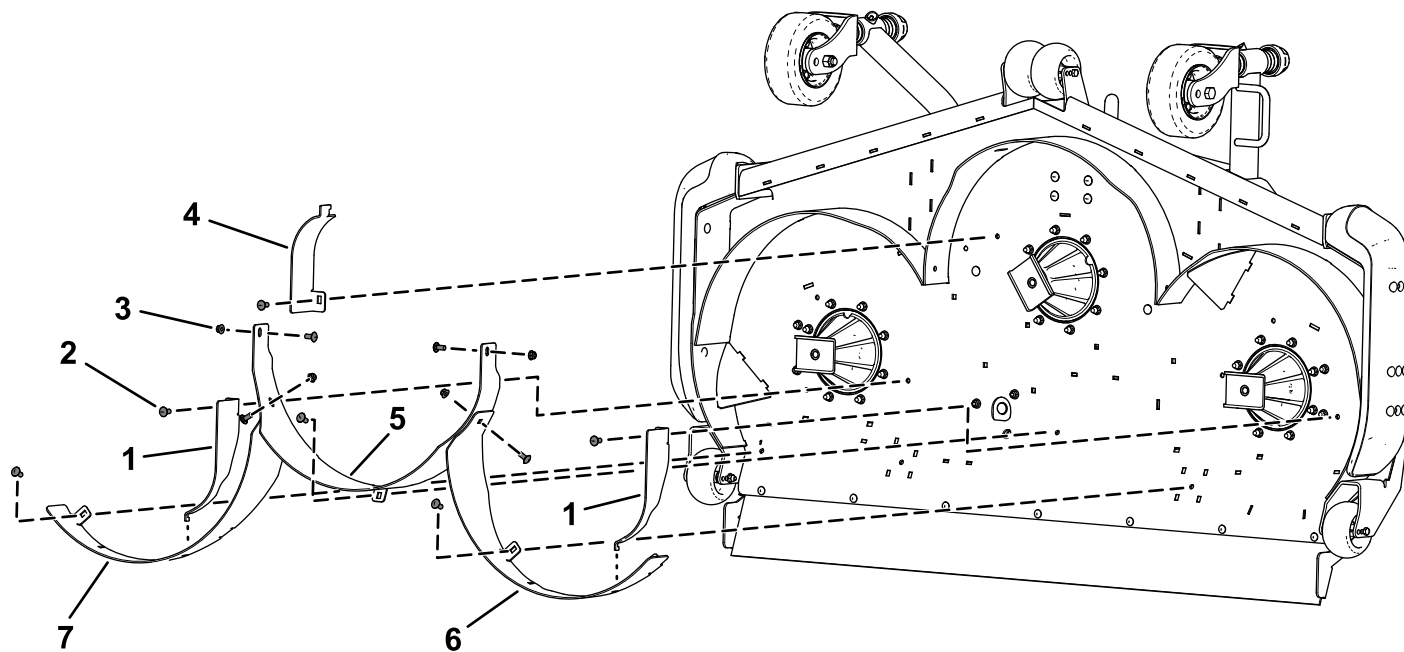

图 7
1. 如图 7 所示用 2 个托架螺栓 $\frac{3}{8} \times \frac{7}{8}$ 英寸和 2 个锁紧螺母 $\frac{3}{8}$ 英寸将右后隔板松松地固定到剪草机刀盘上。
2. 如图 7 所示用 2 个托架螺栓 $\frac{3}{8} \times \frac{7}{8}$ 英寸和 2 个锁紧螺母 $\frac{3}{8}$ 英寸将左后隔板松松地固定到剪草机刀盘上。
3. 如图 7 所示用 3 个托架螺栓 $\frac{3}{8} \times \frac{7}{8}$ 英寸和 3 个锁紧螺母 $\frac{3}{8}$ 英寸将中后隔板松松地固定到剪草机刀盘上。
4. 如图 7 所示用 2 个托架螺栓 $\frac{3}{8} \times \frac{7}{8}$ 英寸和 2 个锁紧螺母 $\frac{3}{8}$ 英寸将中后隔板松松地固定到右后隔板上。
5. 如图 7 所示用 3 个托架螺栓 $\frac{3}{8} \times \frac{7}{8}$ 英寸和 3 个锁紧螺母 $\frac{3}{8}$ 英寸松松地固定 2 个侧踢出装置隔板和中间踢出装置隔板。